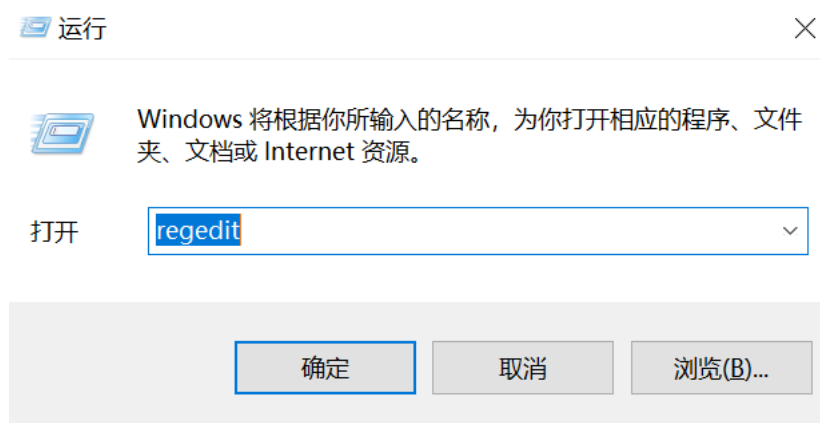

图3-9 打开注册表
1. 通过 Win+R 快捷键启动运行窗口,在打开的窗口中输入“regedit”并点击确定按钮,如图 3-9 所示。